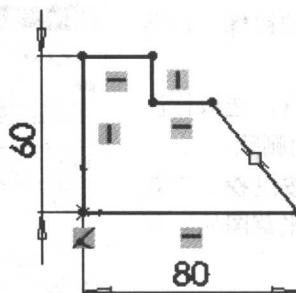

图 2-3 绘制封闭草图
- 利用鼠标指针形状与几何关系的对应变化关系绘制图 2-3 的效果。